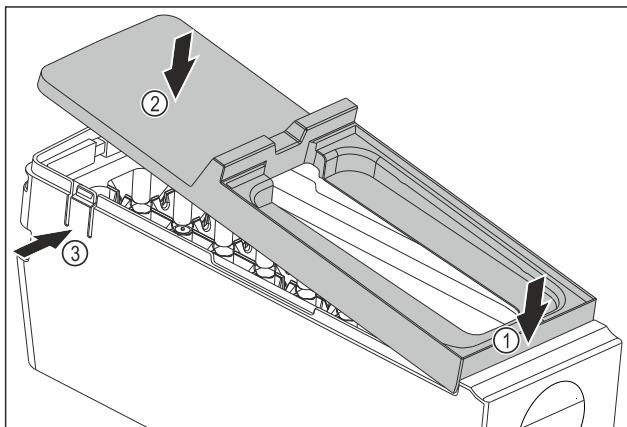

Fig. 81
- Montáž krytu korpusu EasyTwist-Ice: Kryt nasadťte vpred. Fig. 81 (1)
- Kryt spusťte dozadu. Fig. 81 (2)
- Kryt počuteľne zapadne od oboch strmeňov Fig. 81 (3).